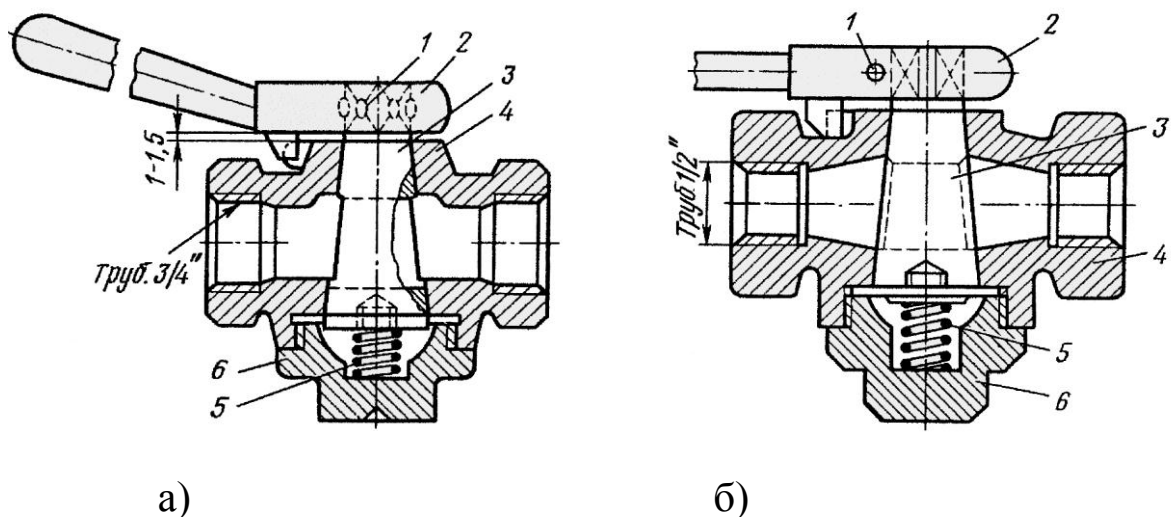

Рис. 231. Краны разобщительные усл. №383 (а), усл. №379 (б)
- №383 с диаметром резьбы труб 1/2" (рис. 231, а);
- №379 с диаметром резьбы труб 3/4" (рис. 231, б).